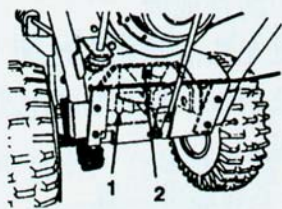

图 32
6. 松开连接传动系统架和发动机的 4 个螺栓。(图 32 和 33)